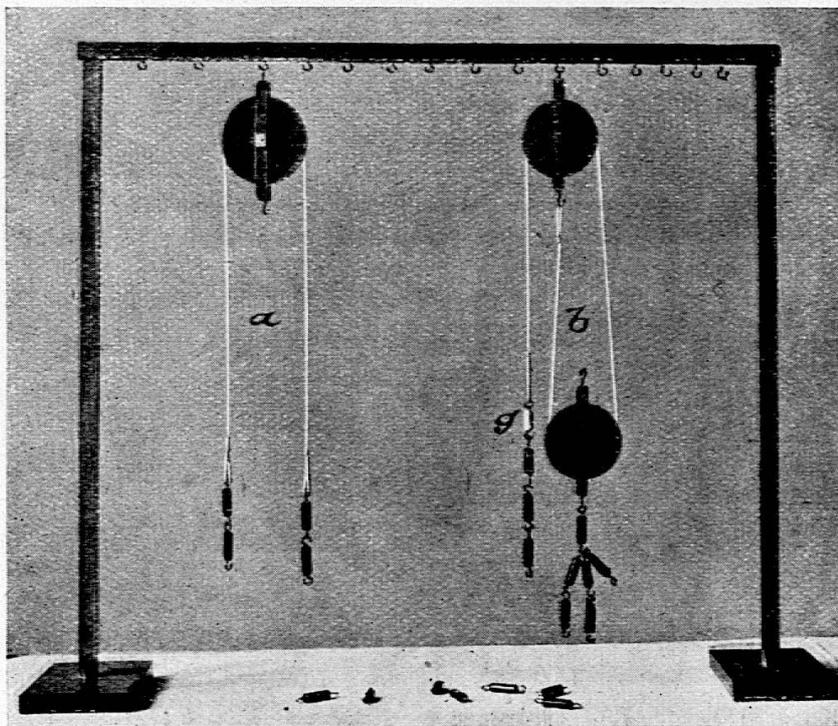

Fig. 7.
**MATERIAL.** Anhängestell (Fig. 7). 2 Rollen. Eine kurze Schnur (120 cm), eine lange Schnur (220 cm); beide mit Schleifen an den Enden. Gegengewicht zur Rolle. Anhängengewichte.
4. Der einfache Flaschenzug (Fig. 7b). Hängt die lange Schnur an einen Haken des Anhänggestells und führt sie über die eine Rolle als bewegliche Rolle, dann über die andere als feste Rolle, die ihr am Gestell aufhängt, so dass die Schnüre parallel sind. An das freie Ende der Schnur hängt ein Gewicht, das der beweglichen Rolle das Gleichgewicht hält. (In der Fig. 7 ist das Kompensationsgewicht [g] hell.) Wie gross muss es sein? (Halb so schwer als die Rolle.) Hängt an die bewegliche Rolle zwei Anhänggewichte als Last. Wie gross muss die Kraft sein? Hängt der Reihe nach 4, 6, 8 Anhänggewichte als Last an und zeigt, dass die Kraft immer die Hälfte der Last sein muss.
DIE APPARATE. 1. Das Anhänggestell (Fig. 7, 8). Für Versuche mit Rolle und Flaschenzug, mit dem Pendel und über das Parallelogramm der Kräfte, sowie zu Versuchen in der Reibungselektrizität ist ein Anhänggestell notwendig. Damit dasselbe für die Aufbewahrung möglichst wenig Platz beansprucht, muss es zerlegbar sein. Zu einem Gestell sind notwendig: Zwei Bodenbretter 15, 25/2,5 cm; zwei Ständer von 90 cm Länge und 2,5/2,5 cm Querschnitt und ein Verbindungsstück von 100 cm Länge und dem gleichen Querschnitt. In die Mitte der Bodenbretter bohrt man Löcher von 2 cm Durchmesser und passt in diese die Ständerlatten ein, so dass sie leicht herausgenommen werden können. In die oberen Enden der Ständer bohrt man in der Längsrichtung 1 cm weite Löcher und schlägt in diese runde, 1 cm dicke Holzzapfen, die etwa 2 cm vorspringen sollen. Das Verbindungsstück erhält 2 cm von beiden Enden je ein 1 cm weites Loch, so dass es auf die Zapfen aufgelegt werden kann. In das Verbindungsstück schraubt man offene Ring-